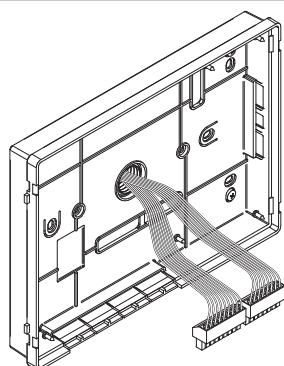
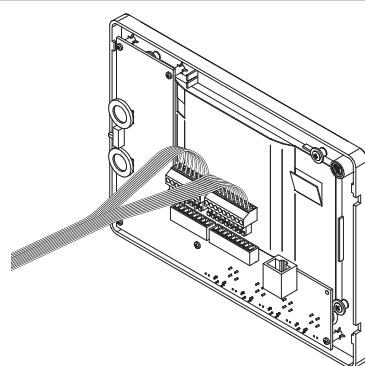

Fig. 5
Fig. 6
5. Comme illustré sur la **Fig. 5**, effectuer le raccordement des conducteurs aux borniers mobiles selon le schéma fourni. Connecter les borniers à l'électronique ancrée au couvercle de l'interphone vidéo comme illustré sur la **Fig. 6** et procéder au test de l'installation avant de fermer l'interphone vidéo : les trimmers de réglage du contraste et de saturation de l'image sont accessibles uniquement avec l'interphone vidéo ouvert. Pour activer l'écran et voir les changements, utiliser la fonction « Allumage automatique » en appuyant sur le bouton **(3)**.